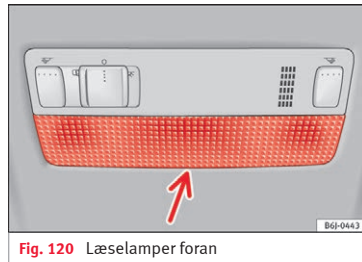

Fig. 120 Læselamper foran
- Før den flade klinge af en skruetrækker ind mellem huset og glasset » Fig. 120.